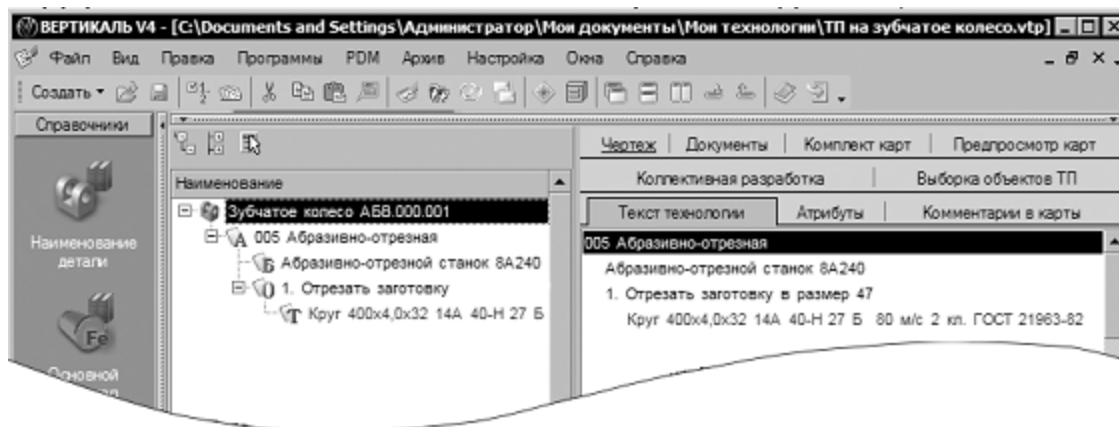

Рисунок 16
4. Дерево ТП и текст технологии теперь выглядят так, как показано на рис. 16.